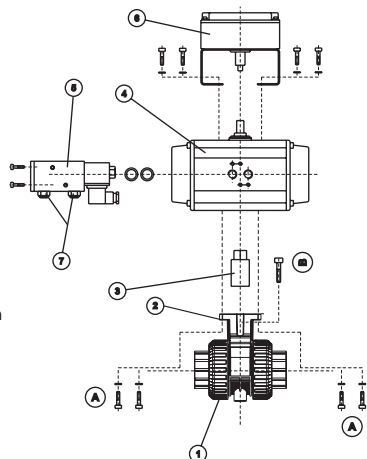

Fig. 19
5. Ritirare le viti (B, Fig. 19).
6. Separare l'attuatore elettrico (4) dalla flangia di fissaggio (2) della valvola.
7. Ritirare le viti (A) per separare l'attuatore dalla flangia di fissaggio.
8. Nel caso in cui si voglia sostituire l'attuatore con una leva, ritirare anche il guscio di connessione (3).